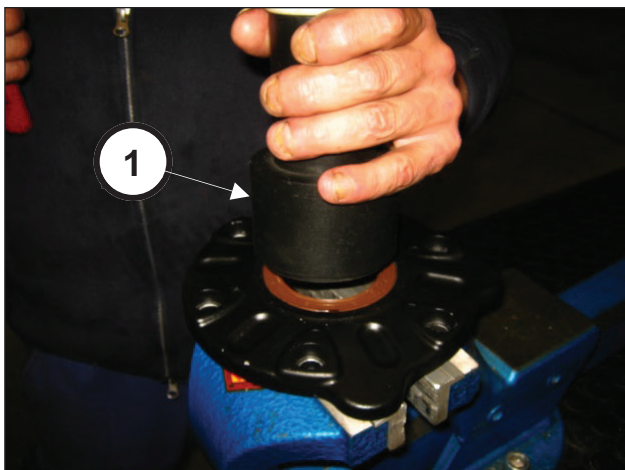

Fig. 77
Placer le joint Spi dans le couvercle de pignon en utilisant l'outil réf.27548200 (rep. ①, Fig. 77).